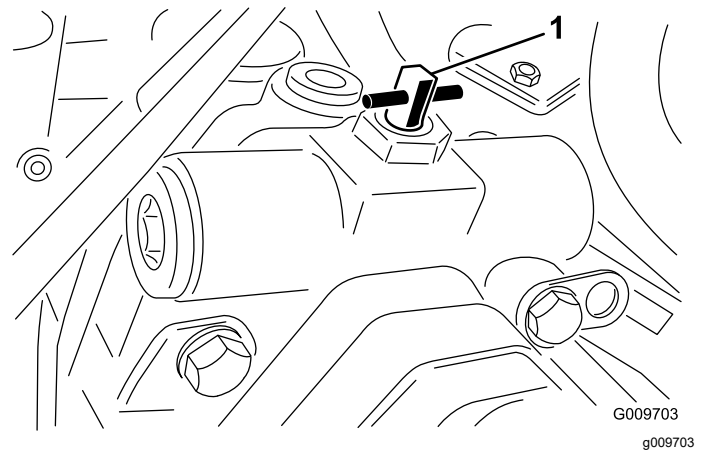

Figura 91
6. Cierre la válvula de desvío de remolcado girándola hacia atrás 90° (¼ de vuelta) antes de arrancar el motor (**Figura 91**).